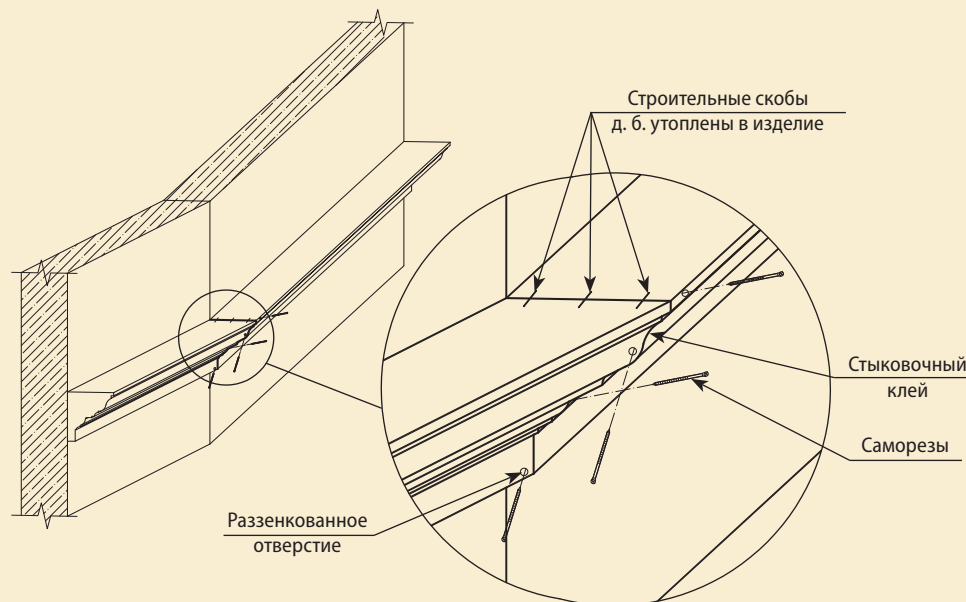

Рис. 1.5
1.5. При стыковке изделий необходимо наносить стыковочный клей на стыкуемые поверхности тоже в достаточном количестве чтобы излишки клея вышли из стыка. Стяните молдинги саморезами  $\varnothing 3,5$  мм (рис. 1.5), а также строительными скобами. Строительные скобы и шляпки саморезов должны быть утоплены в изделие.